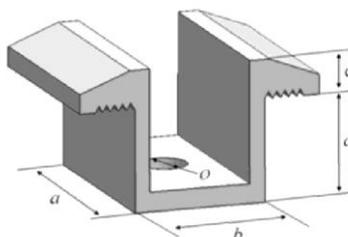
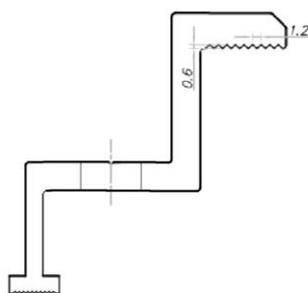
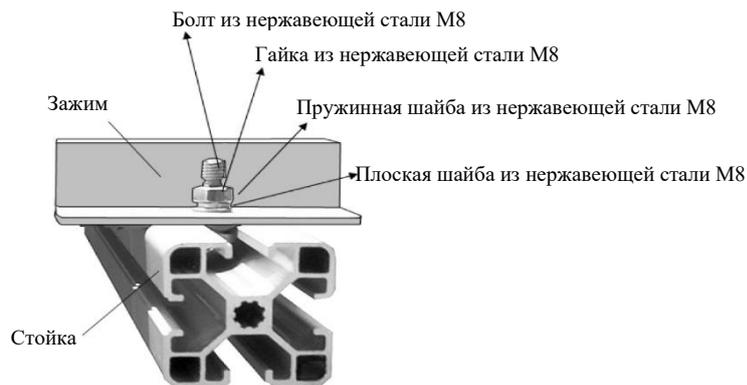

Рис. 10 Схематическое изображение среднего зажима
Рис. 11 Схематический поперечный разрез крайового зажима
Рис. 12 Схематическое изображение краевого зажима
- ① Модуль следует разместить на двух несущих направляющих (не входят в объем поставки Chint), выполненных из нержавеющей стали с антикоррозионным покрытием (например, горячее цинкование). Для закрепления каждого фотоэлектрического модуля требуется не менее четырех зажимов. Зажимы модуля не должны соприкасаться со стеклом и деформировать корпус, т.к. это может привести к повреждению модуля.
- ② Необходимо удостовериться в отсутствии эффекта затенения от зажимов модуля. Отверстия для конденсата на раме модуля не должны быть закрыты или загорожены зажимами. Зажим должен перекрывать корпус модуля не менее чем на 8 мм и не более чем на 11 мм (При условии обеспечения надежной установки сечение зажимов может быть изменено).
- ③ Верхняя поверхность соприкасающейся с корпусом модуля направляющей должна иметь пазы, совместимые с болтом M8.
- ④ В случае отсутствия пазов может потребоваться просверлить отверстия подходящего диаметра, чтобы обеспечить крепление к направляющей болтов в тех местах, которые указаны выше.
- ⑤ Необходимо удостовериться, что последовательность монтажа каждого зажима соответствует порядку установки плоской шайбы, пружинной шайбы и гайки.
- ⑥ Имеются два типа зажимов: средний зажим, приведенный на Рис. 10, и крайовой зажим, приведенный на Рис. 11 и Рис. 12. Размеры среднего зажима составляют $a \geq 540$ мм, $b \geq 26$ мм, $c \geq 5$ мм, $d \geq 28$ мм, $\varnothing = 9$ мм. Размер среднего и крайового зажимов модуля с пластиной 182 мм должен составлять $a \geq 60$ мм. Для винта и болтов класса 8.8 рекомендуется крутящий момент затяжки 17~23 Нм.
- ⑦ В целях предотвращения схождения модулей после установки с неподвижного устройства рекомендуется выбрать крайовой и средний зажимы и закрепить их на стороне А корпуса, используя образцы пазов. Предлагается установить 9 образцов с расстоянием 1,2 мм между 2 соседними образцами и глубиной 0,6 мм, как показано на Рис. 11.